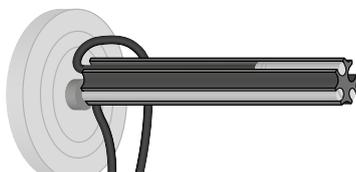

Bild 9: Der Fühler des Thermometers und die Temperaturfühler schließen bündig mit der Stirnseite des Steckmoduls ab bzw. stehen leicht über.
3. Richten Sie das Thermometer und die Temperaturfühler so aus, dass sie bündig mit der Stirnseite abschließen bzw. leicht überstehen (► *Bild 9*).